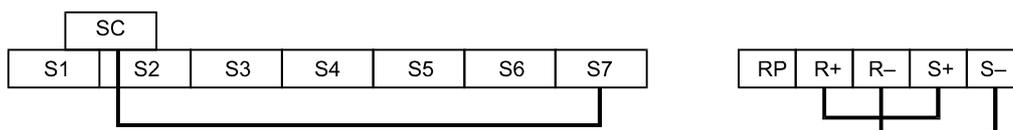

Fig. 6.77 Câblage des bornes de communication pour un auto-diagnostic
3. Effectuez le câblage comme illustré à la Fig. 6.77.